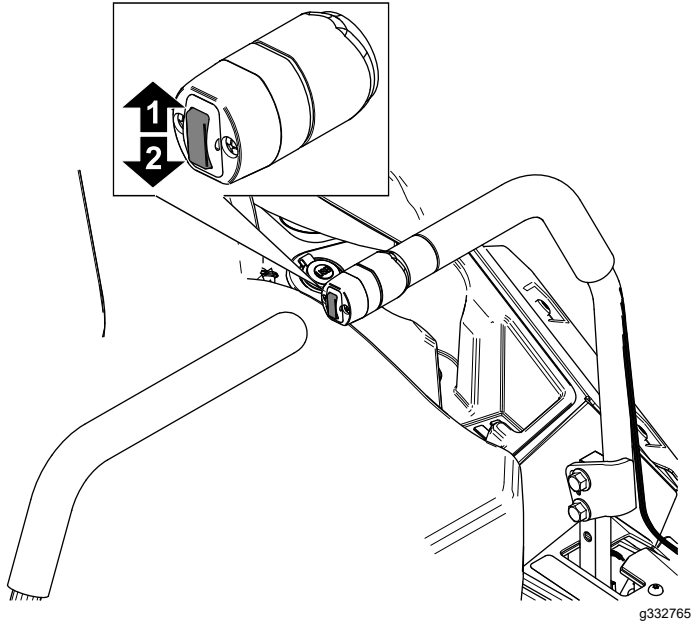

Figura 23
1. Empurre para cima o interruptor de elevação da plataforma (Figura 23).